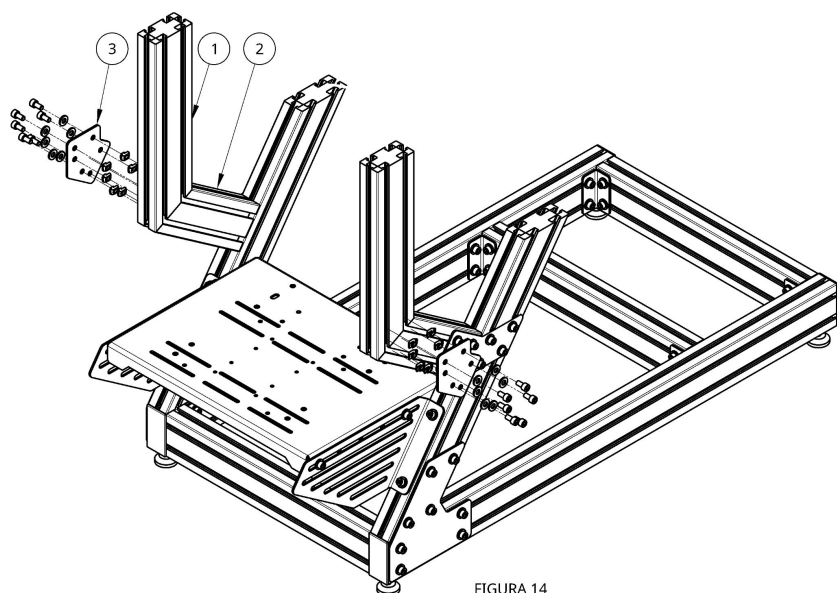

FIGURA 14
Prenda-os com a conexão inclinada 125° (3), conforme mostra a Figura 14.